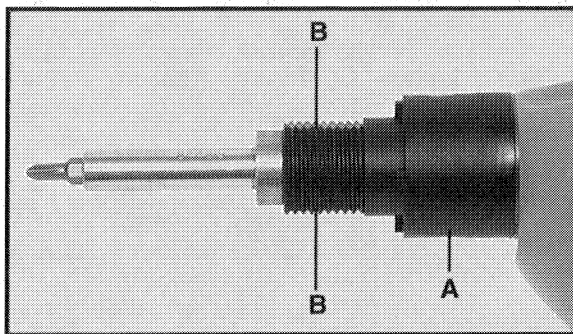

Fig. 6
Según el uso o desgaste, hay que examinar periódicamente las mordazas (quijadas) del embrague. Usted puede hacerlo quitando la caja del dispositivo del desatornillador (desarmador), (A) Fig. 6, del impulsor.
TOME NOTAS: La caja de embrague está montada en el impulsor con **rosca zurda** (cuerda izquierda). Al quitar el ensamble de tope de profundidad se pueden ver unos "planos" para llave, (B) Fig. 6, en la caja de embrague. Estos permiten el uso de una llave para ayudar a remover la caja de embrague.